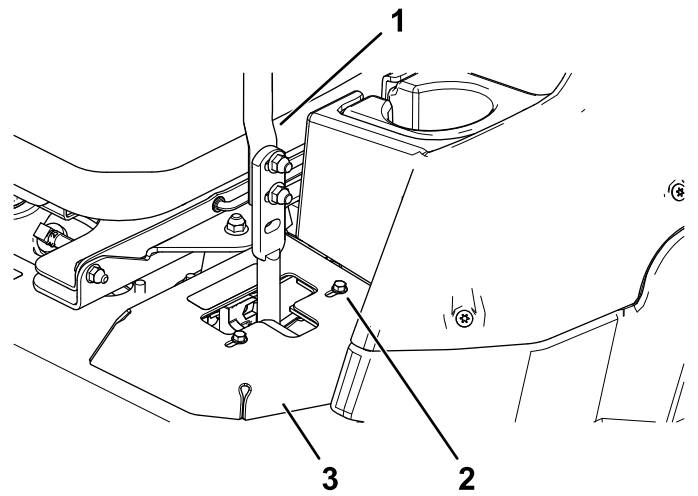

Bild 50
- Wenn die Maschine nach rechts zieht, lösen Sie die Schrauben und versetzen die linke Anschlagplatte am linken T-Schlitz nach hinten, bis die Maschine geradeaus fährt (Bild 50).
- Wenn die Maschine nach links zieht, lösen Sie die Schrauben und versetzen die rechte Anschlagplatte am rechten T-Schlitz nach hinten, bis die Maschine geradeaus fährt (Bild 50).
8. Ziehen Sie die Anschlagplatte fest (Bild 50).